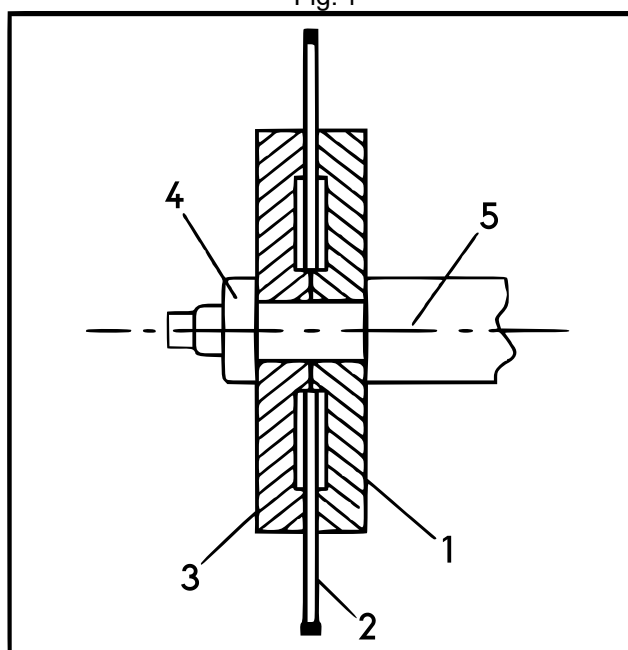

Fig. 2
- Per sostituire il disco usurato, procedere come segue (**fig. 2**):
- Allentare il dado di fissaggio della rondella (**4, fig. 2**).
- Rimuovere il disco (**2, fig. 2**) e spingere il nuovo disco sulla flangia (**1, fig. 2**). Fare attenzione al senso di rotazione indicato sul disco. In seguito, applicare la controflangia (**3, fig. 2**).
- Stringere nuovamente il dado di fissaggio del disco (**4, fig. 2**) e riavvitare il coperchio di protezione.